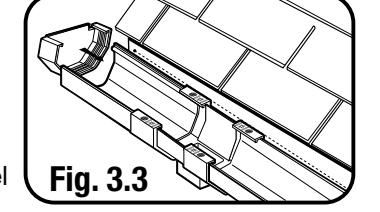

Fig. 3.3
- Instalar el colector de bajada y terminar instalando la tapa del extremo (Fig. 3.3)